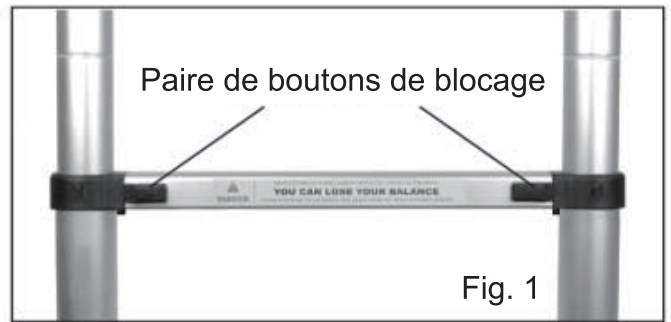

Fig. 1
- Chaque système de verrouillage est connecté à un bouton noir sur le côté de la marche (voir Fig. 1).